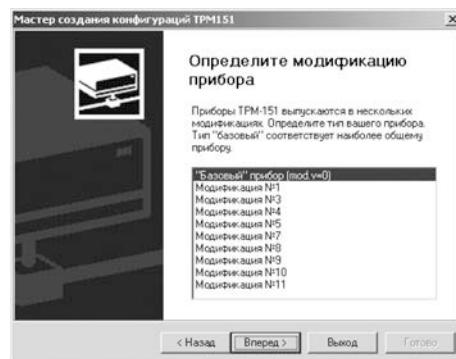

Рисунок 8.3
**Если модификацию считать не удается**, появится соответствующее сообщение. После нажатия «OK» открывается окно с приглашением выбрать модификацию прибора из списка (рисунок 8.3).